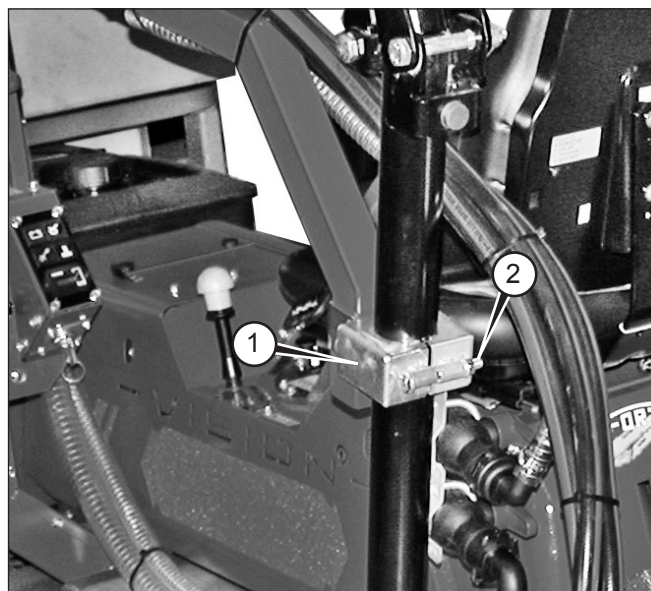

Fig. 20 - Support de fixation de l'unité de commande
- 5) Support de fixation de l'unité de commande (voir Fig. 20).
- 1) Dévisser la vis de serrage (2 Fig. 20) du support de l'unité de commande pour qu'elle ne soit pas bloquée.
- 3) Serrer le support, remplacer la vis de serrage (2 Fig. 20) et bloquer l'unité de commande en place.